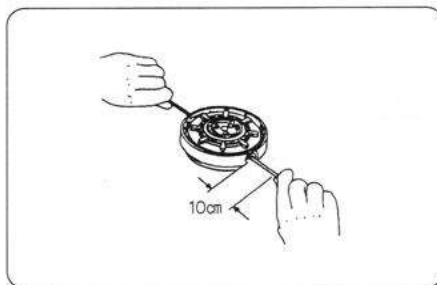

図24
⑥次にナイロンコードを引っ張り、側板の引っ掛け溝よりコードをはずします。コードの出寸法はコードの出口より約10cmです。切断するか、ナイロンコードリールを回して出寸法を調整してください。(図24)